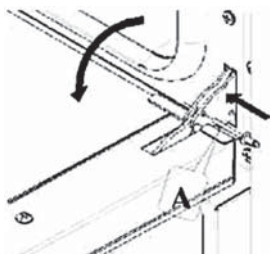

Рис. 6
- открыть дверь до упора (рис. 6);